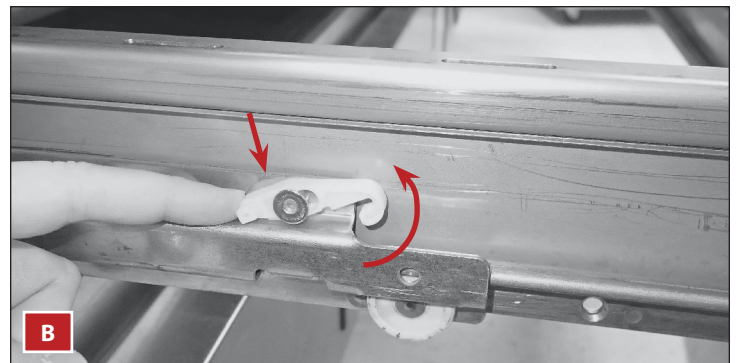

Fig. 2b. Presione la parte posterior del retenedor hacia abajo.
1. Con el retenedor de plástico del cajón levantado, alinee el cajón con la corredera y empuje el cajón en su posición. Consulte las figs. 2b y 3.